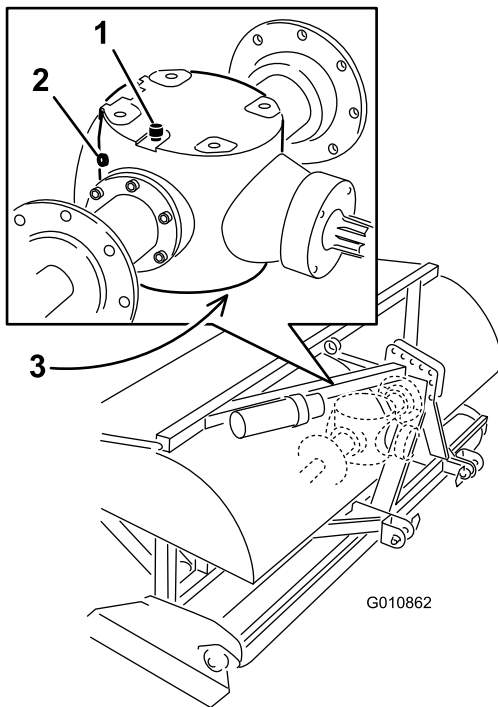

Bild 45
2. Entfernen Sie die Prüfschraube vom Getriebe (Bild 45).
3. Stellen Sie sicher, dass der Ölstand die Unterseite der Prüfschraube im Getriebe erreicht (Bild 45).
1. Wischen Sie Rückstände von der Entlüftungs-/Füllschraube und der Ablassschraube ab, um eine Verunreinigung zu vermeiden (Bild 45).